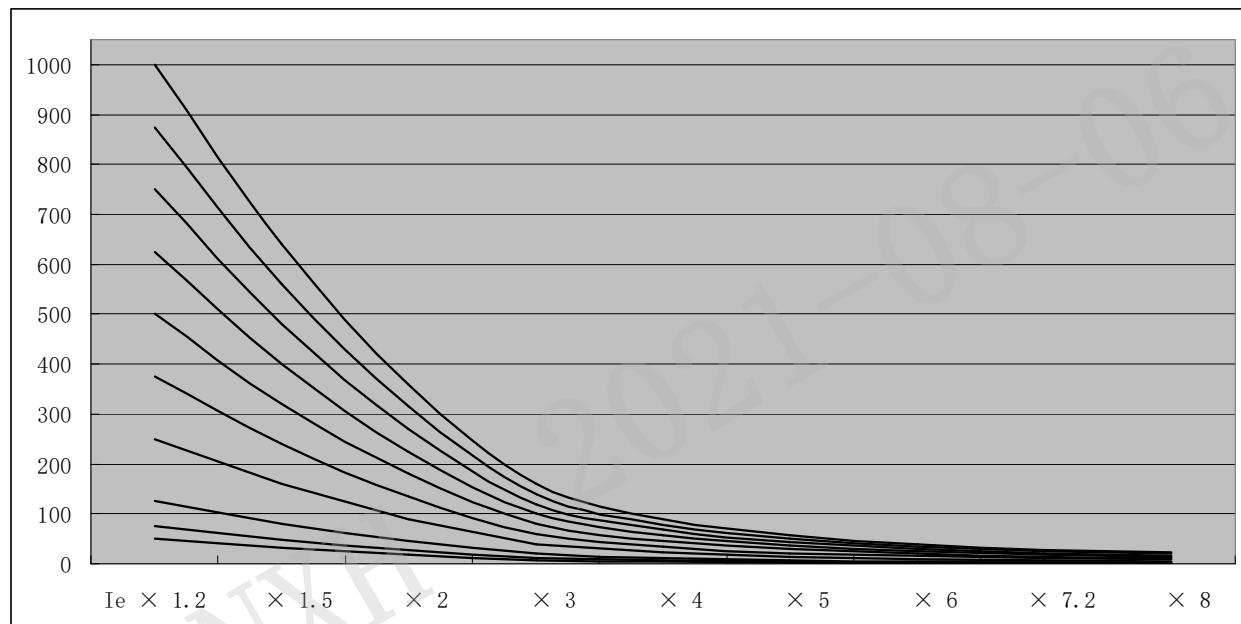

图 23 过载特性曲线图
- 过载保护电流—时间对照表如表 19 所示,过载特征曲线图(K 曲线图)如图 23 所示。